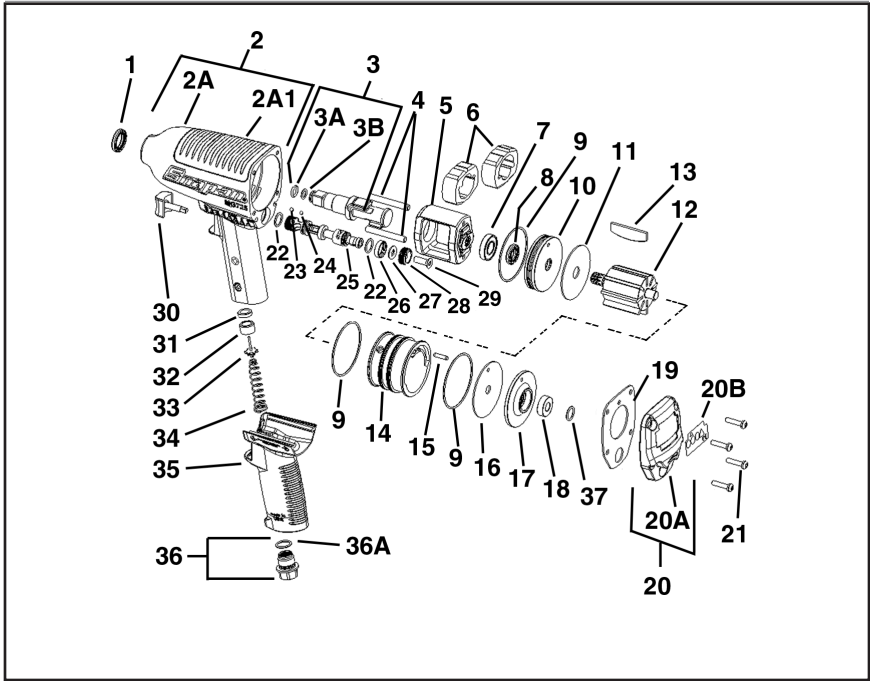

Figure 2: MG725A/MG725AL/MG725AP Pneumatic Impact Wrench
- ✓ 部品リストについては図2を参照してください。メンテナンスや修理には、**Snap-on** 純正交換部品だけを使用してください。メンテナンスや修理は、訓練を受けたサービスエンジニアにのみ行わせてください。修理部品やサービスマニュアルは、最寄りの **Snap-on** 代理店で取り扱っております。